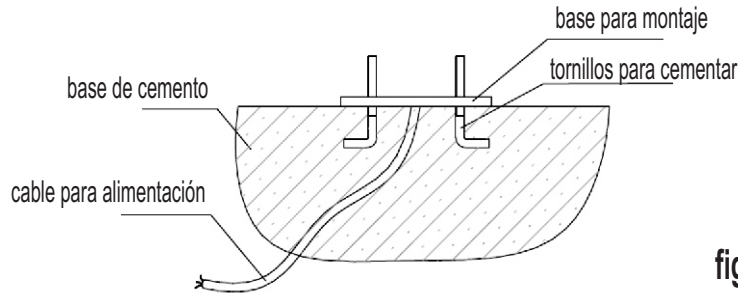

fig. 1
- 2.- Se debe hacer una base en concreto. Cuando la misma esté seca, se fija el motor utilizando los 4 tornillos en "L" y las tuercas, incluidos en el kit de instalación (fig. 1).